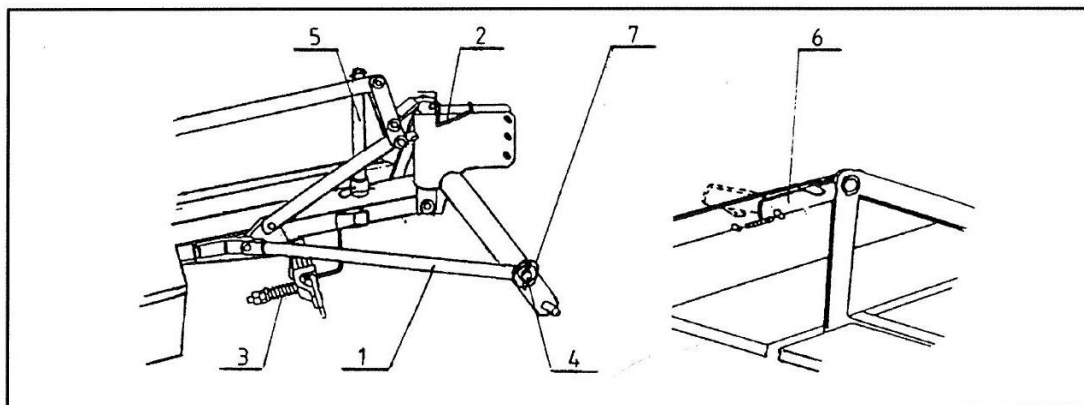

Abb. 5 Mäher in Transportstellung:
Zwecks der Umstellung des Mähers in die Transportstellung sollten folgende Tätigkeiten ausgeführt werden (Abb. 5):
- Sicherung (3) vom oberen Bolzen (4) des Aufhängerahmens (Abb. 5) trennen;
- den Mäher am Gehäuse des Schneidsystems von der Außenseite fassen (Abb. 8) und drehen (rechts) bis zur Transportstellung, anschließend weiter stützen, um eine willkürliche Drehung zu vermeiden, den Transportbalken (1) auf den Bolzen (4) setzen und mit dem Stift (7) sichern (Abb. 5);
- die Schaltung (6) in die Transportstellung schalten (Abb. 5);